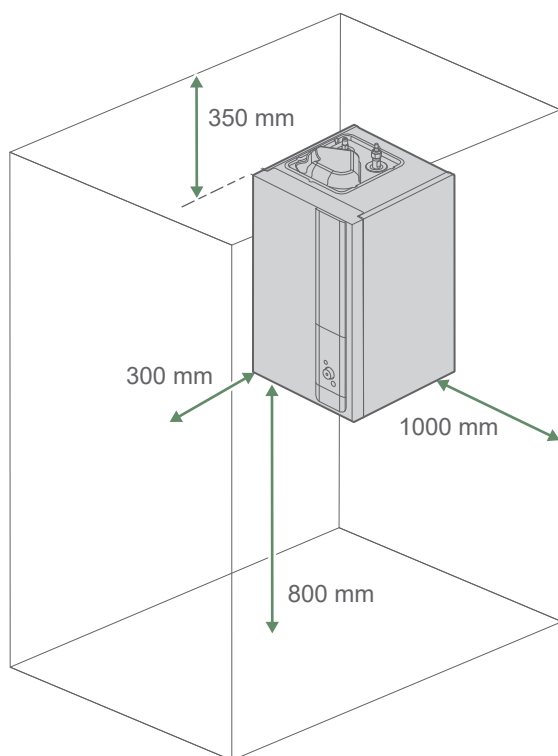

fig. 18 - Dégagements minimum d'installation autour du module hydraulique pour l'entretien
- En fonctionnement, de l'eau peut s'évacuer de l'unité extérieure. Ne pas installer l'appareil sur une terrasse, mais préférer un endroit drainé (lit de graviers ou sable). Si l'installation est réalisée dans une région où la température peut être inférieure à 0°C pendant une longue période, vérifier que la présence de glace ne présente aucun danger. Il est aussi possible de raccorder un tuyau d'évacuation sur le bac de récupération de condensats (option) (*"Fig. 18 page 17*).